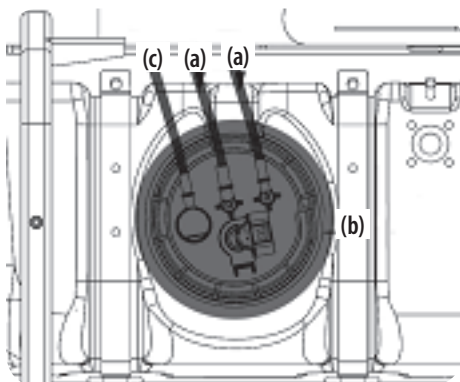

Figure 5-33
- Deux conduits principaux (a) apportent du carburant au filtre principal (b) et un conduit principal (c) fait sortir le carburant du filtre (b). Voir Figure 5-33.